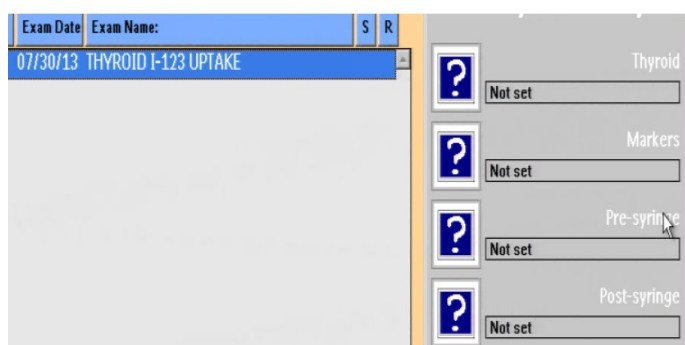

Figura 3
- 4) Caricare l'immagine della tiroide del paziente nel bucket "Thyroid"/Tiroide. Fare riferimento alla figura 3 per i 3 bucket utilizzati. Il bucket "Markers" è facoltativo e non influisce sui calcoli per lo studio della captazione tiroidea.